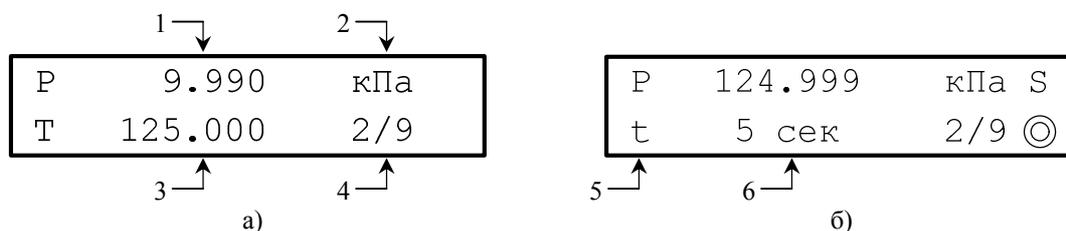

Рисунок 2.9.1
В полуавтоматическом режиме экран имеет вид, изображенный на рис. 2.9.1, а). На нем наряду с текущим значением давления на выходе КД 1, значением уставки текущей точки сценария (3) в выбранных единицах измерения давления (2), отображается номер текущей точки из общего числа точек сценария (4) (рис. 2.9.1, а).
Кнопкой  **ПУСК**  включается регулятор и активируется процесс установки давления на выходе КД, в соответствии с уставками запрограммированных точек сценария. При достижении давлением значения уставки включается таймер отсчета времени удержания давления. На экране при этом отображается символ «S», символ «t» (5) и время удержания в секундах (6) (рис. 2.9.1, б). Контролируемое время удержания ограничивается 999 секундами. При отключенном регуляторе переход к требуемой точке сценария производится кнопками ,  (либо ). При включенном регуляторе переход к следующей по сценарию точке осуществляется кнопкой  (либо ) только после запуска таймера удержания текущей точки (рис. 2.9.1, б).
Рабочие окна в автоматическом режиме аналогичны рабочим окнам в полуавтоматическом режиме (рис. 2.9.1). Запуск регулятора также осуществляется кнопкой  **ПУСК** . Отличие данного режима от предыдущего состоит в том, что при
В автоматическом режиме при отключенном регуляторе (рис. 2.9.1, а), также как и в полуавтоматическом, возможен выбор других точек сценария с помощью кнопок ▲, ▼ (либо )